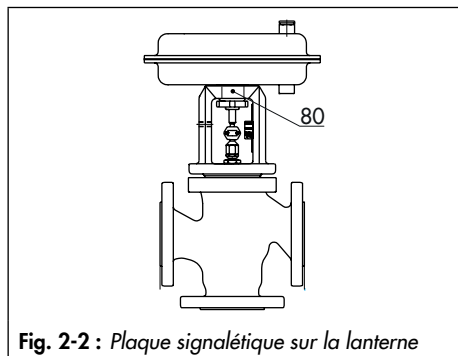

Fig. 2-2 : Plaque signalétique sur la lanterne
La plaque signalétique (80) de la vanne se trouve sur la lanterne (cf. Fig. 2-2).